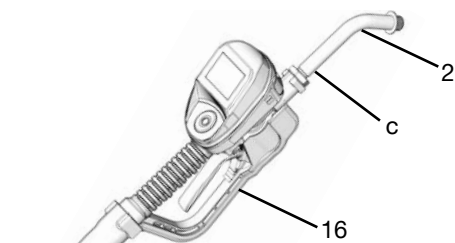

FIG. 8
1. Régler la position de l'écrou (c) sur la rallonge (2) de façon à pouvoir utiliser l'engagement fileté maximum de la rallonge (FIG. 8).
2. Visser la rallonge (2) sur le boîtier jusqu'à ce qu'elle dépasse (FIG. 8).
3. Aligner la rallonge (2) sur le corps de la vanne de distribution de précision et la poignée (16) (FIG. 8).
4. Serrer l'écrou à bloc (c) (FIG. 8).